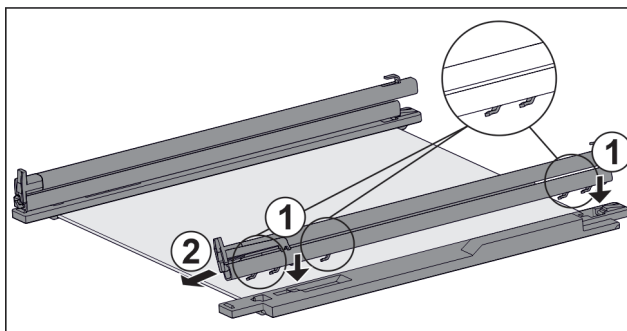

Fig. 115 Sklenená doska s koľajničkami a prídržnými dielmi
- ▶ Nasadte háky koľajničky na otvory **ľavého** prídržného dielu. Fig. 115 (1)
- ▶ Potiahnite koľajničku dopredu. Fig. 115 (2)
- ▶ Nasadte háky koľajničky na otvory **pravého** prídržného dielu. Fig. 115 (1)